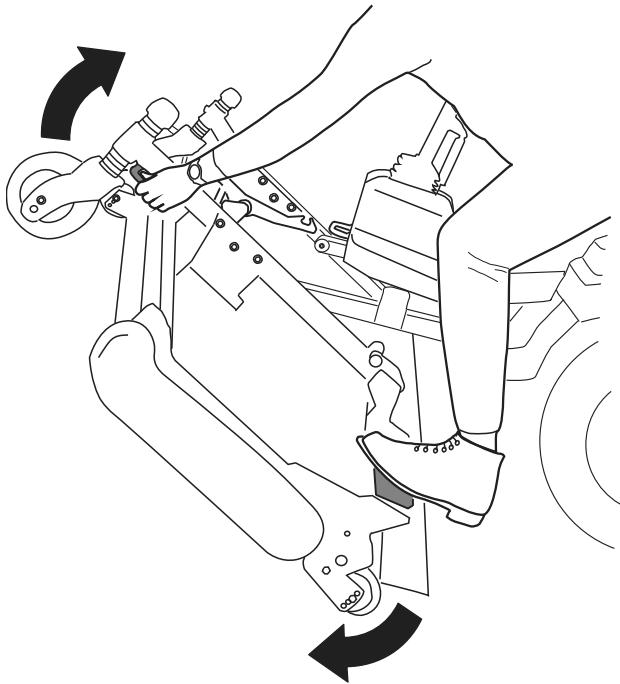
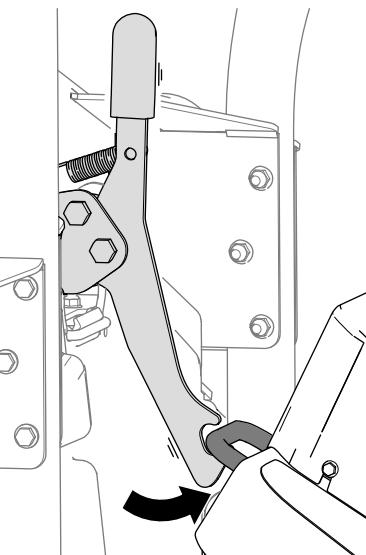
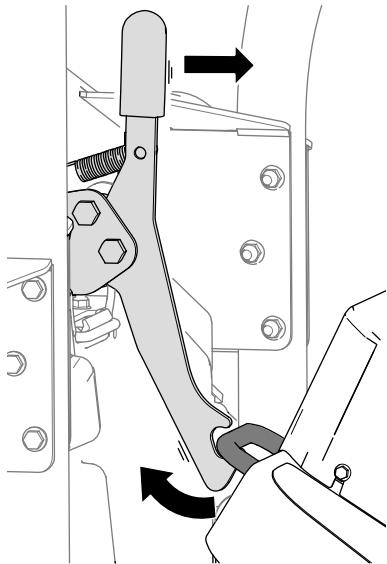

Figura 32
Figura 33
Figura 34
5. Gire la unidad de corte (Figura 32) hasta que el cierre se enganche en el soporte de amarre (Figura 33).
1. Desenganche el cierre de la unidad de corte del soporte de amarre (Figura 34) girando la unidad de corte ligeramente hacia adelante (consulte Figura 32) y tirando hacia adelante de la palanca del cierre.